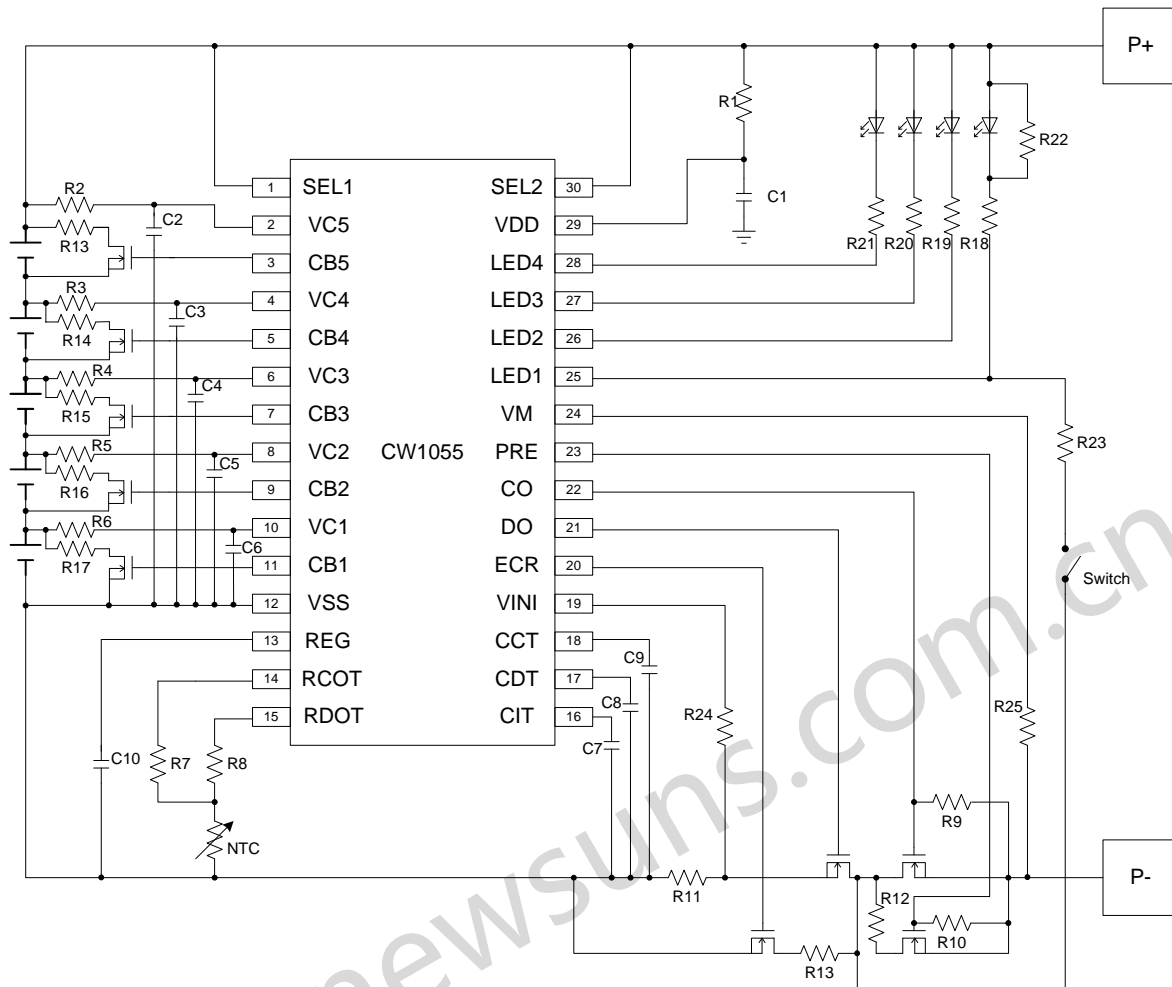

图 4. 典型应用电路
6. 详细电路请参考图 4, 通过选择电阻来设定合适的过温保护温度